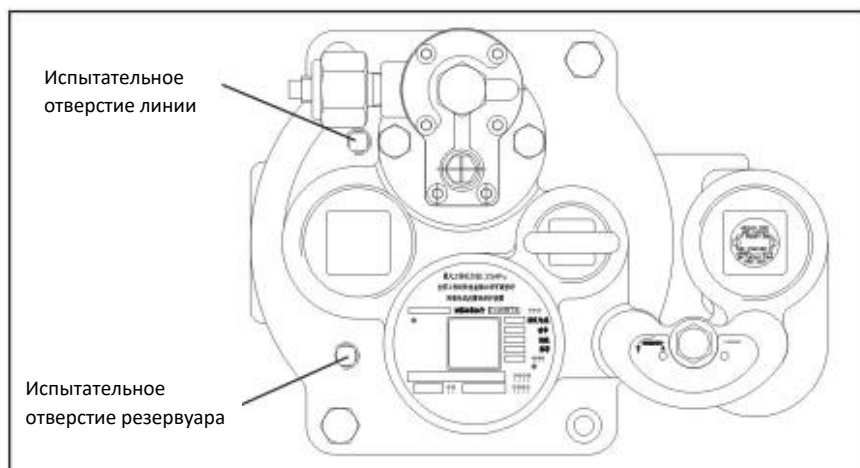

Рисунок 16: Испытательное отверстие линии
3. Снимите заглушку испытательного отверстия линии и подайте испытательное давление на испытательном отверстии линии (50 psi (345 кПа)) - см. Рисунок 16.